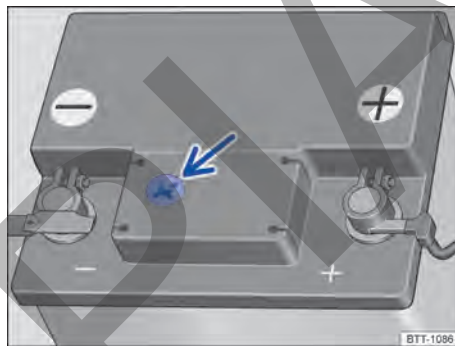

Fig. 180 En el compartimento del motor: ejemplo de posición del visor en el lado superior de la batería del vehículo.
- El visor redondo → fig. 180 en la parte superior de la batería del vehículo cambia de color dependiendo del nivel del electrolito.